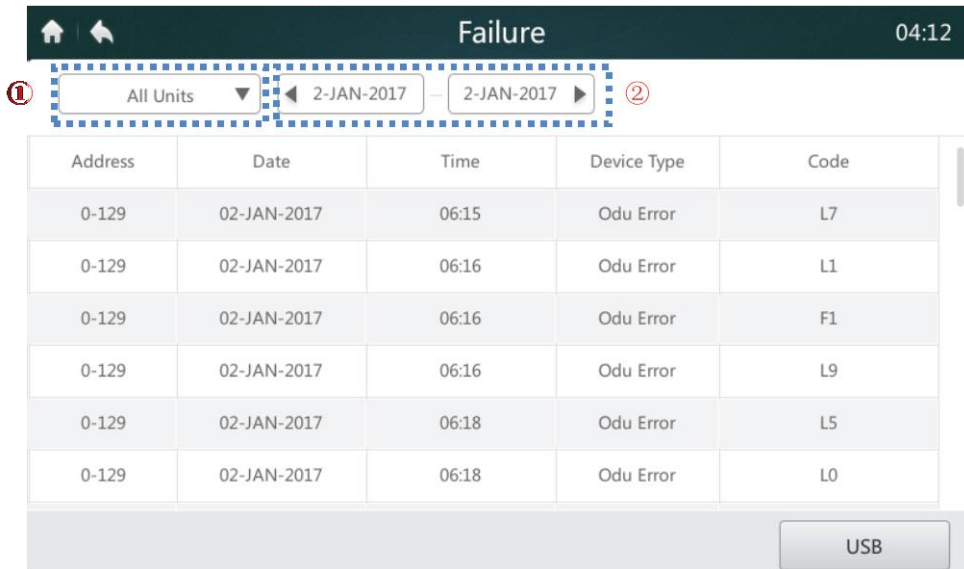

Figura 28: Página de inicio 1 de la página Failure (Mensajes de error)
1. Haga clic en la lista desplegable en el lugar marcado como "1" en la figura 28 y seleccione el grupo de equipos o todos los equipos que se deben visualizar.
2. Haga clic en el lugar marcado como "2" en la figura 28 para mostrar la ventana de fechas que se muestra en la siguiente figura. Haga clic a la izquierda para seleccionar la fecha de inicio. Haga clic a la derecha para seleccionar la fecha de finalización.